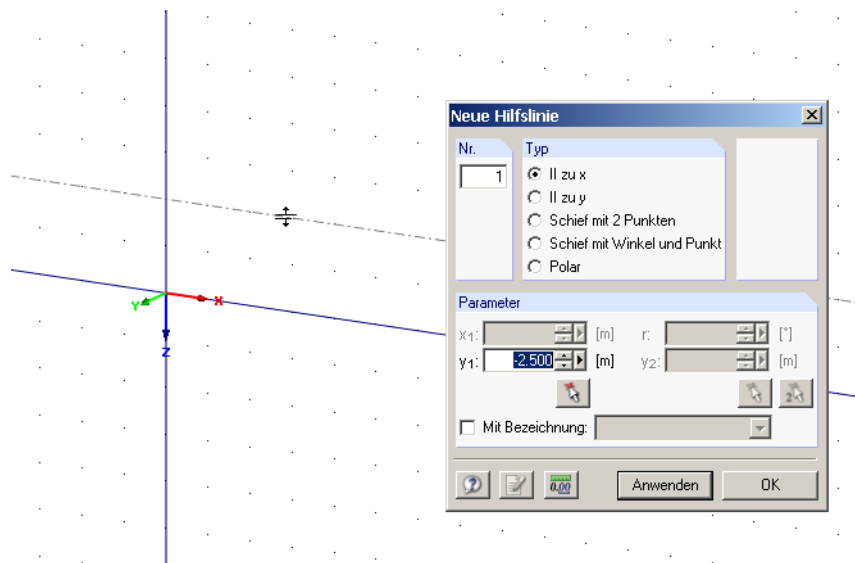

Bild 11.61: Grafisches Erzeugen einer Hilfslinie
- durch Parallelverschieben einer Achse der Arbeitsebene mit der Maus (siehe Bild 11.61).